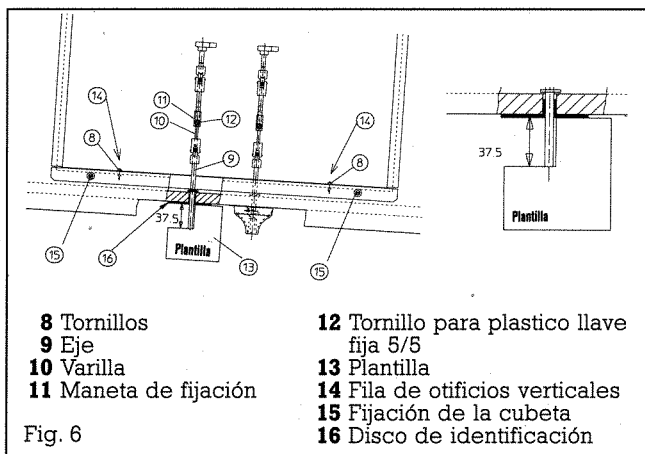

Fig. 6
- El tornillo **12** para plástico llave fija 5/5 sobre la pieza de apriete en la maneta de fijación **11** según fig. 6.